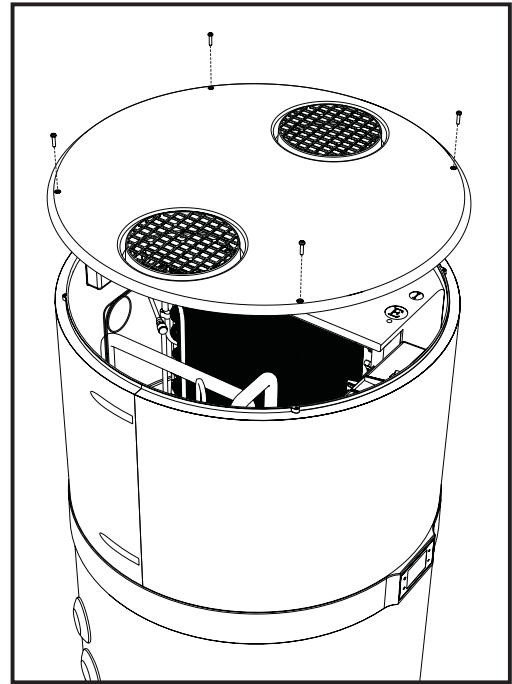

Abb. 27 - Entfernen der oberen Abdeckung
- Entfernen Sie die obere Abdeckung, indem Sie vorher die Sicherungsschrauben lösen (Abb. 27).